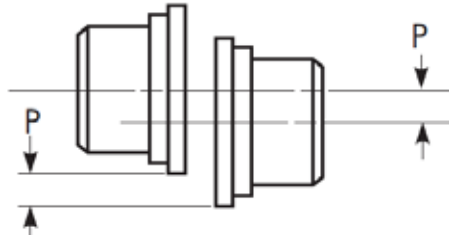

Figure 6 - Désalignement parallèle
8.3. La valeur du « désalignement parallèle » (P) est l'écart entre les centres des moyeux, comme indiqué sur la figure 6.